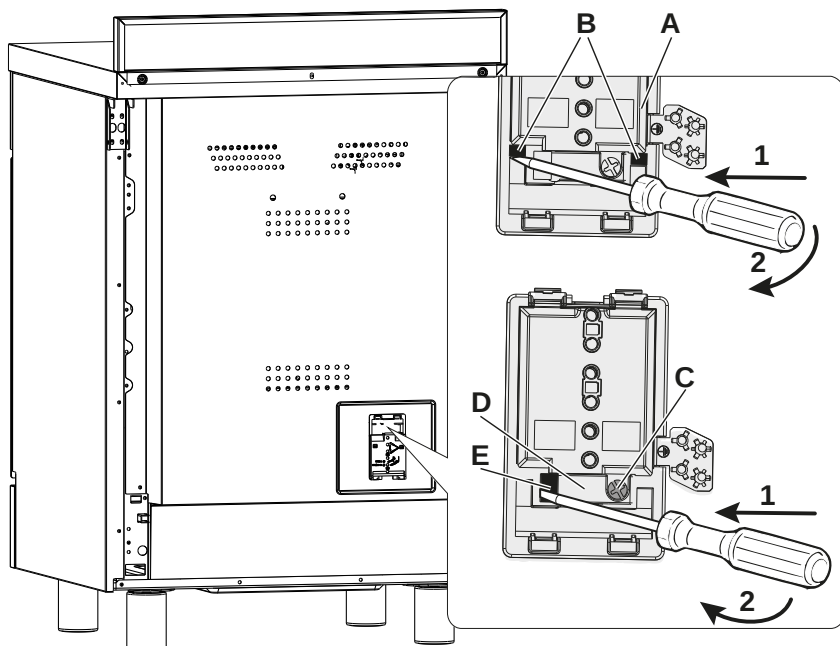

Fig. 2.2
- Sganciare il coperchio della morsetteria "A" inserendo un cacciavite nei due agganci "B" (fig. 2.2). Aprire completamente il coperchio della morsetteria "A".
- Svitare la vite "C" e aprire completamente il fermacavo "D" inserendo un cacciavite nel gancio "E". Rimuovere completamente il pressacavo "D" (fig. 2.2).
- Fissare i cavi di fase, neutro e di terra ai morsetti della morsetteria "F" secondo lo schema elettrico di figura 2.3; posizionare il ponte a U "G" (fig. 2.2) nella morsetteria "A" secondo lo schema elettrico di figura 2.3 (sono forniti già montati sui terminali o all'interno della morsetteria, dietro il coperchio).